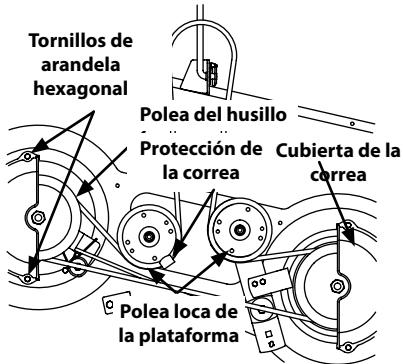

Figura 4-18
2. Extraiga las cubiertas de la correa retirando los tornillos con arandela hexagonales que las sujetan a la plataforma. Consulte la Figura 4-18.
4. Retire con cuidado la correa de la plataforma de alrededor de las dos poleas del husillo y las dos poleas locas de la plataforma. Consulte la Figura 4-18.
5. Para colocar la correa nueva, comience pasando la correa alrededor de las dos poleas exteriores del husillo como se muestra en la Figura 4-18.
6. Pase la correa alrededor de las dos poleas locas de la plataforma, como se ve en la Figura 4-18.
9. Reinstale la plataforma, comprobando que la correa se ha pasado alrededor de las poleas como se indica. Consulte la Figura 4-18.